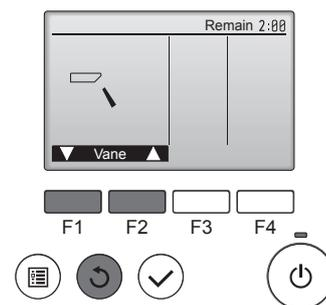

Fig. 7-7
- Vérifiez le volet automatique à l'aide des boutons **[F1]** **[F2]**. (Fig. 7-7)